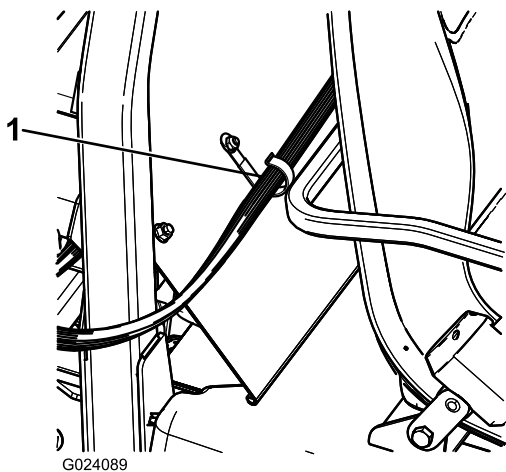

Figura 22
2. Installate un fermaglio a J dietro il sedile del passeggero usando un bullone ($\frac{1}{4}$ " x $\frac{1}{2}$ "") e un dado flangiato ($\frac{1}{4}$ "") (Figura 22).
3. Fissate il cablaggio del quadro di comando alla consolle e alla copertura del ROPS usando i fermagli a J (Figura 22).